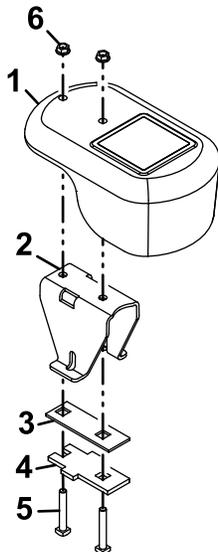

Figura 7
- Utilizzate i bulloni ($\frac{3}{8}$ " x $2\frac{1}{2}$ ") e i dadi per fissare le piastre alla zavorra (Figura 7).